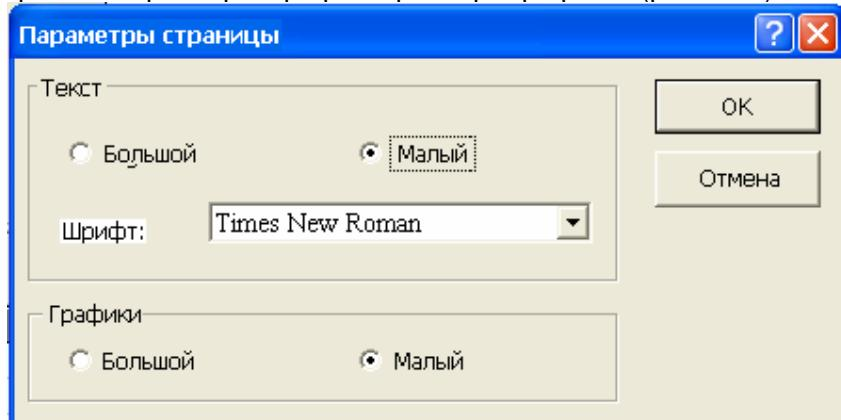

Рис. 3-10. Окно «Параметры страницы»
**«Параметры страницы»** – этот пункт служит для установки размера распечатываемых графиков, типа и размера шрифта. Появится окно «Параметры страницы» выбора типа и размера шрифта и размера графиков (рис. 3-10).